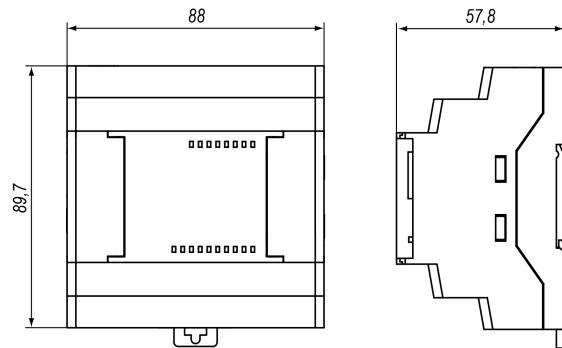

Рисунок 4.2 – Габаритные размеры
- Подготовить на DIN-рейке место для установки прибора с учетом размеров корпуса (см. рисунок 4.2).